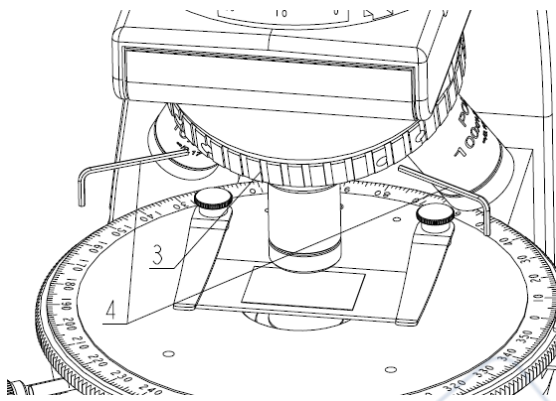

Рис.21
2. Регулировка центрирующего адаптера объектива (рис. 21).